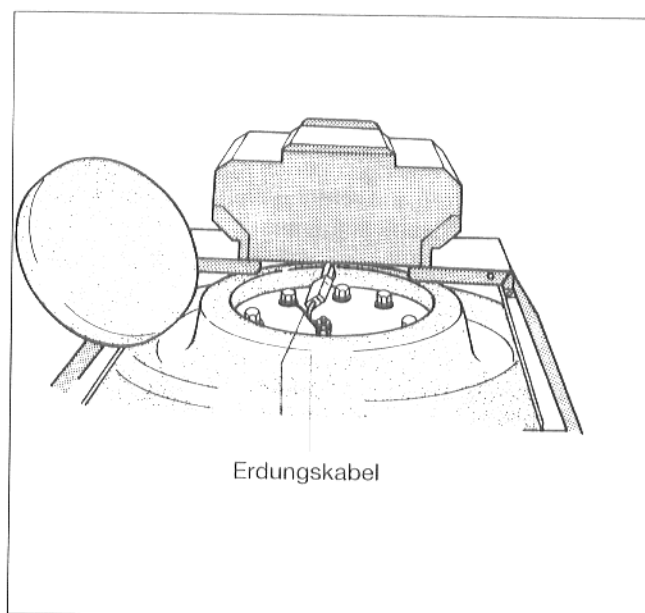

Abb. 38
- Hintere Kesselhaube und Wärmeschutzscheibe abnehmen (Abb. 38).
- Mit einer Befestigungsschraube in der Reihenfolge: Kabelöse, Zahnscheibe, Unterlegscheibe, das Erdungskabel anschrauben (Abb. 38).